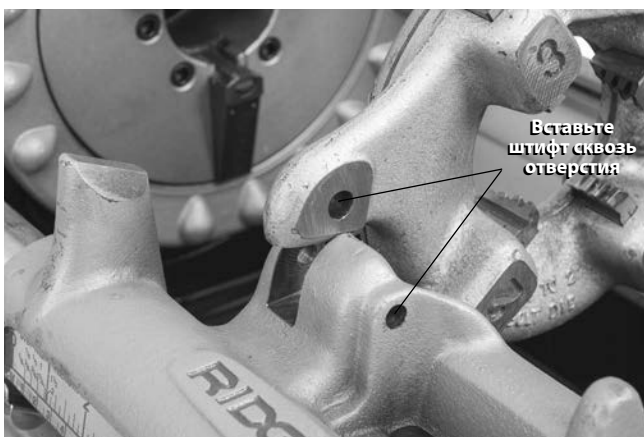

Рис. 26 – Фиксация левой резьбонарезной головки на месте
3. Вставьте штифт диаметром $\frac{5}{16}$ " длиной 2" сквозь отверстия в упоре каретки и в левой резьбонарезной головке, чтобы зафиксировать ее на месте (см. рис. 26).